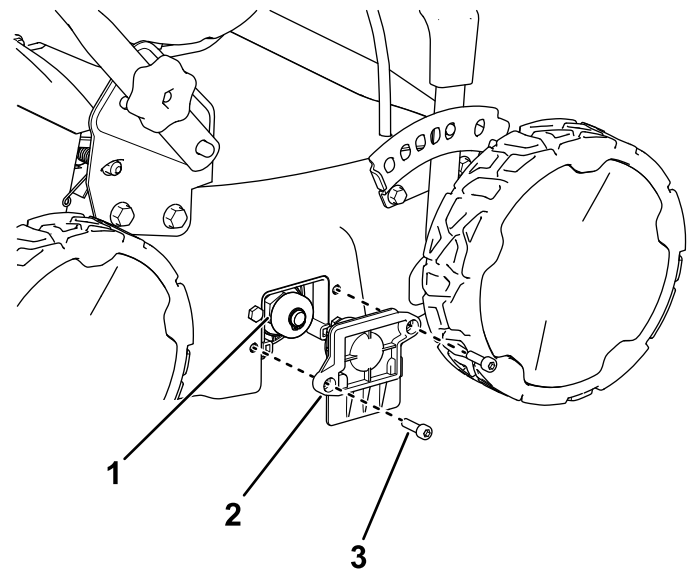

Figuur 18
2. Verwijder de inbussleutel van de transporthendel (Figuur 18).